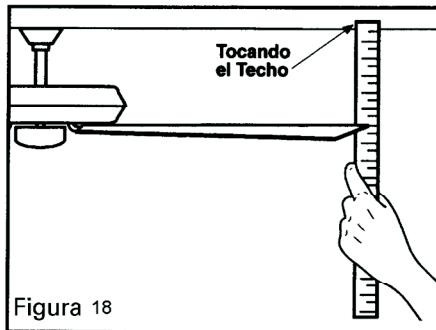

Figura 18
2. Muchos de los problemas de oscilación se producen cuando la altura de las aspas son desiguales. Verificar altura seleccionando un punto en el techo sobre la punta de una de las aspas. Medir desde un punto en el centro de cada aspa al punto en el techo. Medir esta distancia como muestra la Figura 18. Rotar el ventilador hasta que la próxima aspa quede en posición para cada aspa. Las medidas deben mantenerse dentro de  $1/8"$ . Operar el ventilador por 10 minutos.